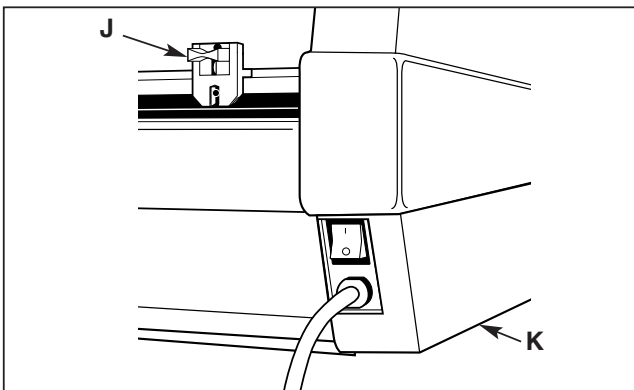

Figure 4
**J. REAR SLITTER:** Used to cut the film web where it exits the rear of the laminator (Figure 4).
**K. CIRCUIT BREAKER:** Electrical safety device, located under the left side cover, can be reset by the operator if tripped. (Figure 4).
**J. COUTEAU ARRIÈRE :** Utilisé pour couper la trame du film à la sortie, à l'arrière de la plastifieuse (figure 4).
**K. DISJONCTEUR :** Dispositif de sécurité électrique qui se trouve sous le couvercle, du côté gauche, et qui est réarmé par l'opérateur après son déclenchement. (Figure 4).